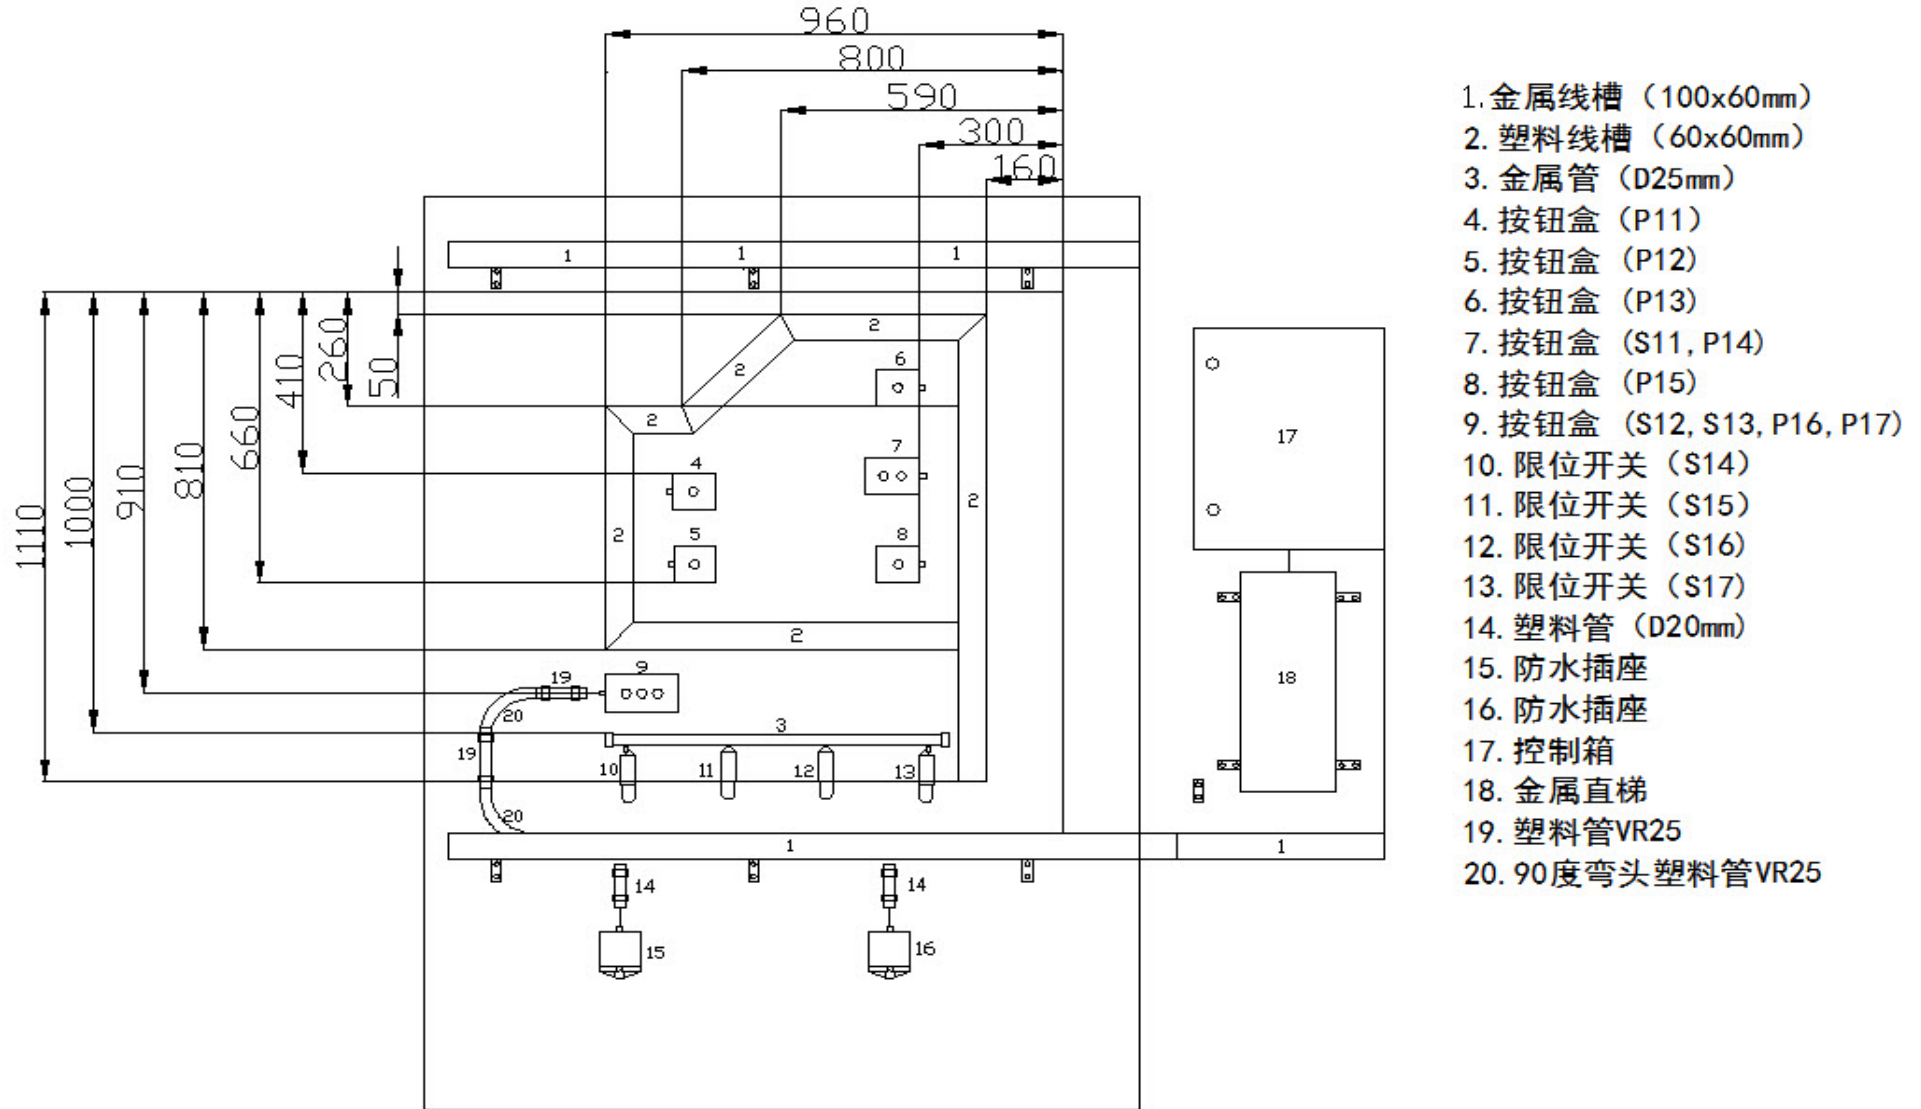

图1 机械部件布局图
1、根据提供的机械部件布置图，如图 1 所示，按图进行施工。首先要画出水平方向尺寸基准线与垂直方向尺寸基准线，再完成机械部件（包括金属管、按钮盒底座、指示灯底座、行程开关）的安装，调整尺寸、水平度、垂直度。按钮盒底、指示灯底座、行程开关底座安装完成后，将序号写在标签纸上并贴在对应的按钮盒底座、指示灯底座、行程开关旁边，标签纸要贴得整齐美观。
1、根据提供的机械部件布置图，如图 1 所示，按图进行施工，完成工业控制系统的塑料线槽、塑料线管的切割安装与调整。切割塑料线槽、塑料线管时必须带好防护眼镜，隔音耳套，防护手套。安全规范操作电工工具。
- (1) 必须按图进行接线。
- (2) 接地保护线要良好。
- (3) 连接图 1 中的 4、5、6、7、8、9、10、11、12、13 电气元件及 17 号控制箱电缆必须按要求套装电缆防水接头，并且安装牢固。
- (4) 连接图 1 中的 4、5、6、7、8 号电气元件的安装电缆要先进入塑料线槽 2 内，从塑料线槽 2 出来后，经过金属线槽 1 内，再经过金属直梯 18 进入控制箱 17 内。经过金属线槽 1 与金属直梯 18 时要用尼龙扎带绑整齐并固定，扎带间距不超过 10CM。
- (5) 连接图 1 中的 9 号电气元件需要经过塑料线管 19,20，再经过金属线槽 1 内，再经过金属直梯 18 进入控制箱 17 内。经过金属线槽 1 与金属直梯 18 时要用尼龙扎带绑整齐并固定，扎带间距不超过 10CM。
- (6) 连接图 1 中的 10、11、12、13 号电气元件经过金属线槽 1 内，再经过金属直梯 18 进入控制箱 17 内。经过金属线槽 1 与金属直梯 18 时要用尼龙扎带绑整齐并固定，扎带间距不超过 10CM。
- (7) 经过金属直梯 18 的电缆要用**电工管夹**固定。
- (8) 所有接线端必须安装冷压端（线鼻子）。
- (9) 接线完成后，塑料线槽 2 盖上线槽盖。